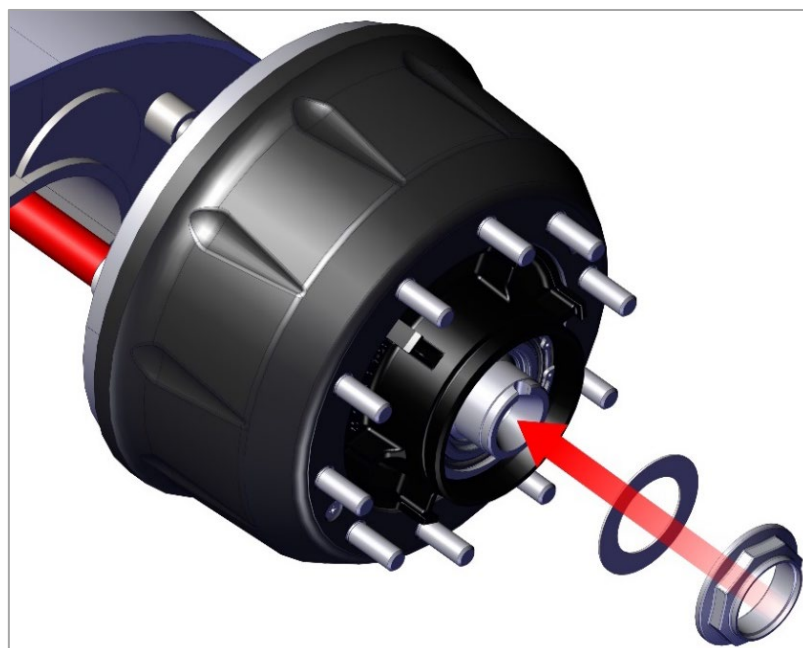

Рис. 12.1. Монтаж упорной шайбы и гайки подшипников ступицы
2) Установите упорную шайбу и гайку подшипников ступицы (Рис. 12.1).